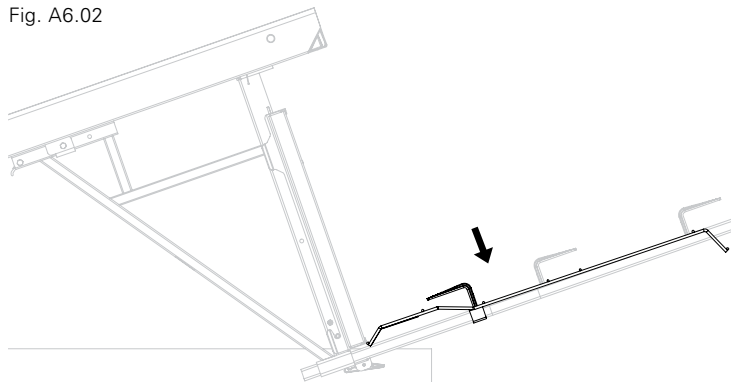

Fig. A6.03
5. Placer la barrière de protection grillagée PMB (4) sur le montant de garde-corps MXK (3). (Fig. A6.03)